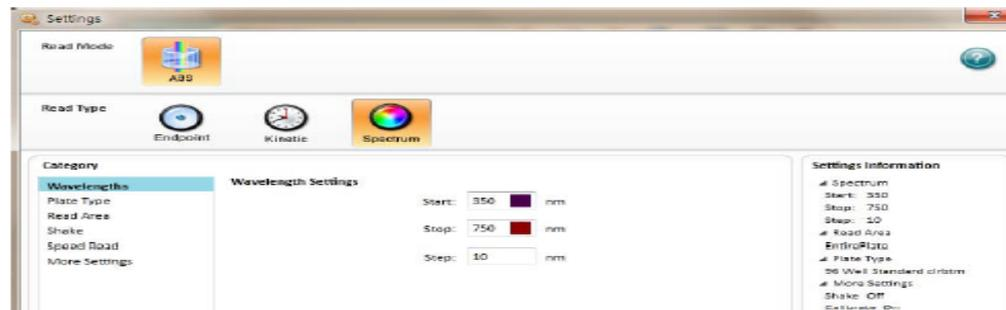

Figure 5. Spectrum read, wavelength setting window
③ Spectrum : Spectrum, 최적의 파장을 찾기 위한 spectrum scan mode입니다 (Fig. 5).